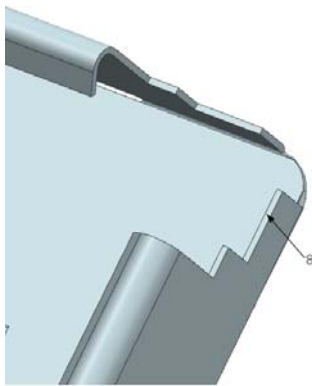

图 2-80 选择草图工作平面
(1) 选择“菜单(M)”→“插入(S)”→“突出块(B)”，或者单击“主页”选项卡“基本”面组上“突出块”按钮 ，打开“突出块”对话框。选择草图工作平面，如图 2-80 所